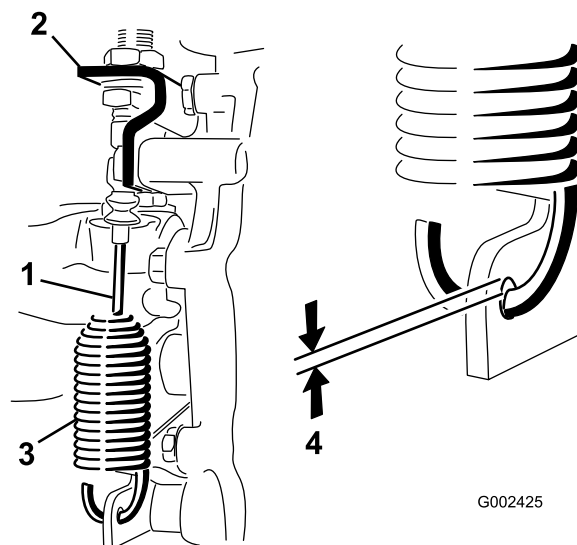

Figure 45
2. Desserrez les écrous de blocage qui fixent le câble de blocage du différentiel au support sur la boîte-pont (Figure 45).